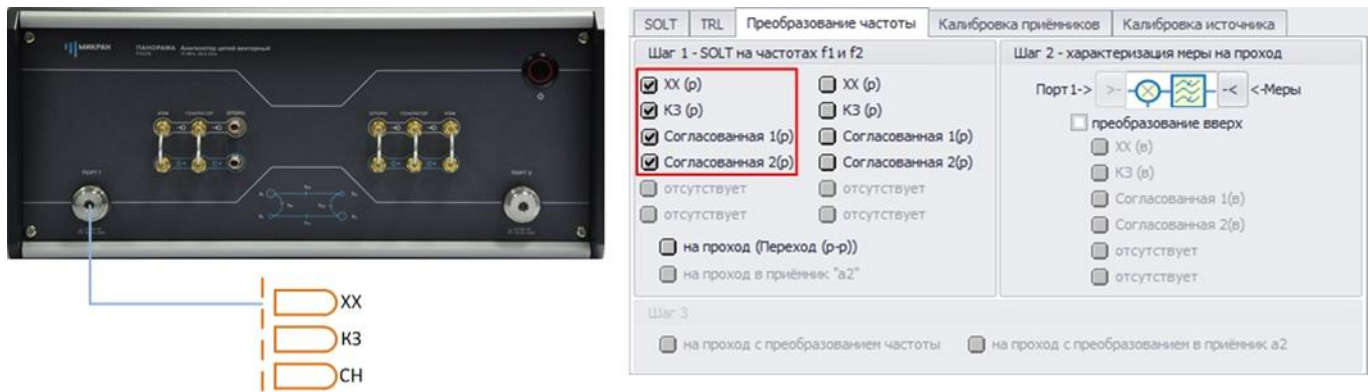

Рис. 23. Калибровка первого порта по отражению
11.2 Подключите поочередно нагрузки XX, КЗ, СН в сечении RF входа смесителя (рис. 23);